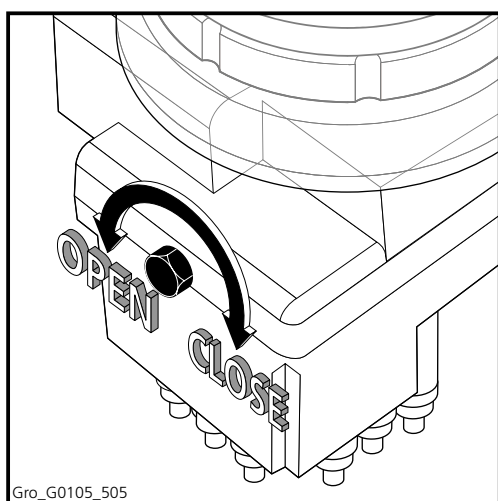

Fig 5.6 Vite di deareazione
2. Allentare la vite di deareazione (Fig 5.6).
4. Serrare la vite di deareazione (Fig 5.6).
1. Allentare la vite di deareazione (Fig 5.6).
3. Serrare la vite di deareazione (Fig 5.6) non appena dall'apertura di deareazione non fuoriesce unicamente del lubrificante.